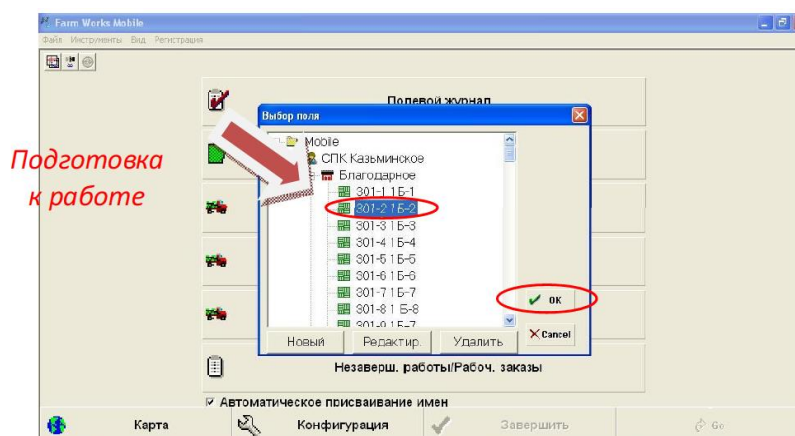

Рисунок 12.6 –
3. Нажать знак _____ и выбрать поле, на которое будут вноситься удобрения (рисунок 12.6).